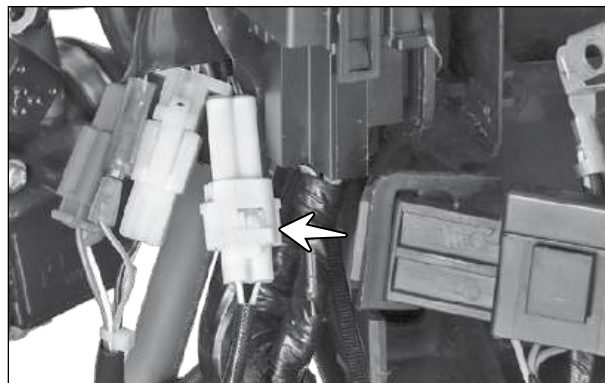

Fig. 3.84
- Pressione a trava e desconecte o conector (seta) do sensor térmico da fiação. (Fig. 3.84)